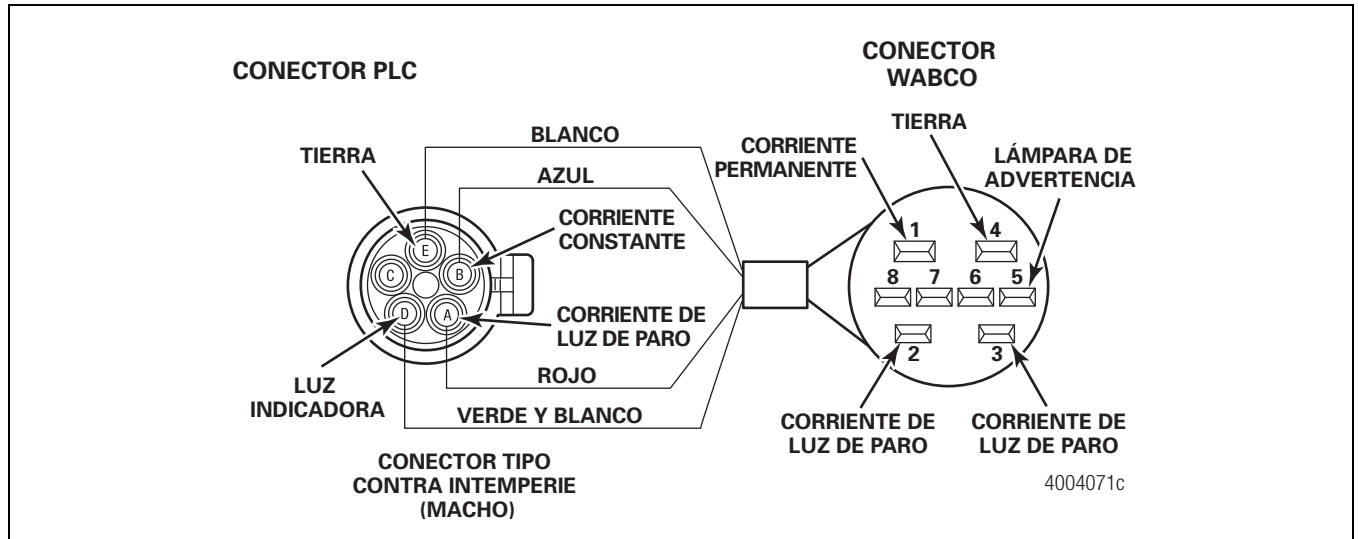

Figura 12
NOTA: Si se va a enrutar este cable a una caja de empalme, o si es necesario cortar el cable, sírvase llamar al Centro de Servicio al Cliente de Meritor, al 001 800 889 1834 para obtener asistencia. Consulte en el diagrama de conexiones en la Figura 12 la información adicional sobre los cables.
7. Inserte el conector tipo contra intemperie de cinco espigas en la caída de cables del ABS del receptáculo correspondiente en el arnés principal de cables del semirremolque. Figura 12.